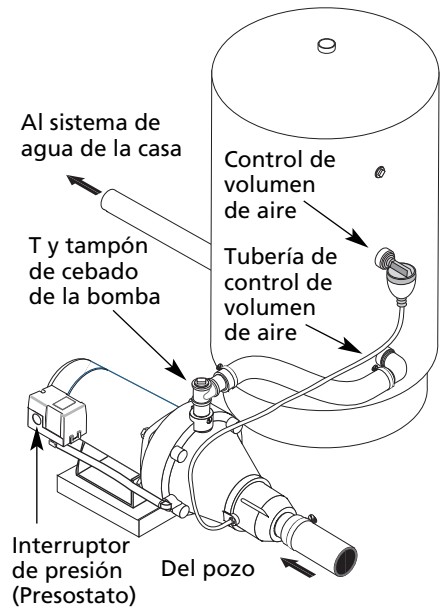

Figura 7 - Conexiones del Tanque Normal
(Véase la Figura 7)
1. Instale una T en el orificio de descarga de la bomba (véase la Figura 7).
3. Retire el tapón de tubería de 1/8 pulg. NPT del orificio de Control de volumen de aire (AVC) de la bomba (véase la Figura 7). Conecte una tubería desde el orificio AVC de la bomba (véase la Figura 7) hasta el orificio en el AVC que está montado en el tanque. Consulte las instrucciones suministradas con el tanque y el AVC para ver más detalles. La ubicación del orificio de AVC variará dependiendo del modelo de su bomba (véase la vista ampliada, Página 19).